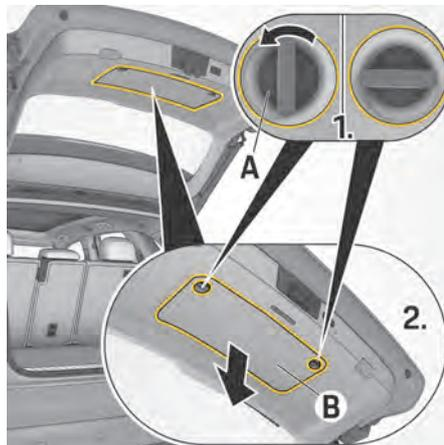

図. 192 リヤリッドのツイストロックを開ける
- 1. ツイストロック A(図. 192) を反時計回りに回します。
- 2. カバー B(図. 192) を慎重に開きます。